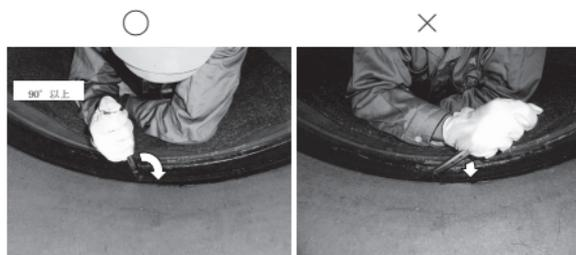

図19 締め付けトルクの確認
- (1) ディスタンスピースを撤去する。
- (2) 受口と押輪の隙間が全周均等になるように押輪用ボルトをねじ出す。
- (3) 標準締め付けトルクは $10\text{N}\cdot\text{m}$ ( $100\text{kgf}\cdot\text{cm}$ )とする。
- (4) 締め付けトルクの確認を行う時は、図19に示す通り、回転方向に対し $90^\circ$ 以上の位置からトルクレンチをセットした状態から行う。